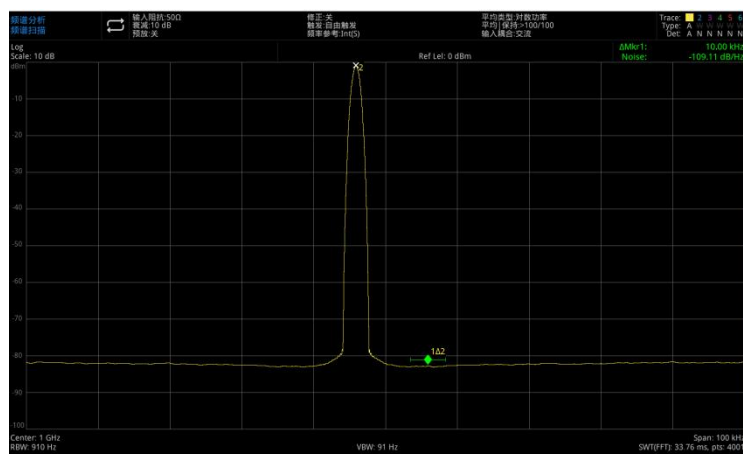

图 3-20：相位噪声
7. 打开**标记功能>标记噪声**，如图 3-20 所示：